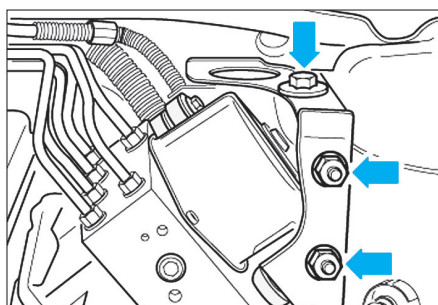

Fig. 44
- Dévisser de la carrosserie le support de l'unité hydraulique (flèches) (Fig.44).